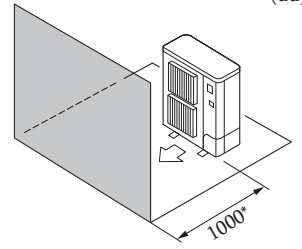

Fig. 2-6
- ④ Շրջապատող իրեր՝ միայն առջևից (Fig. 2-6)